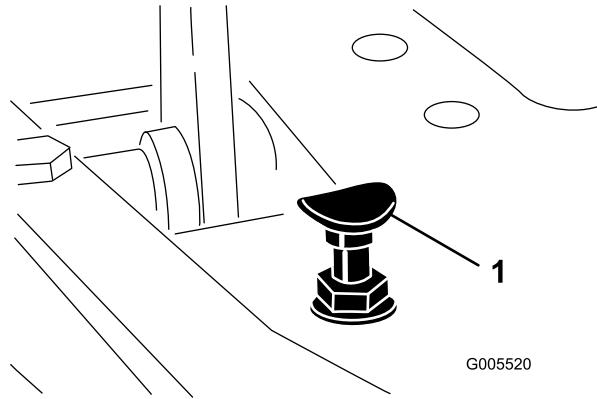

Bild 52
Stellen Sie den Funktionsschalthebel in die Transportstellung und drücken Sie das Gaspedal nach unten, um die maximale Transportgeschwindigkeit zu erreichen. Wenn das Pedal den Anschlag erreicht (Bild 52), bevor das Kabel gespannt ist, müssen Sie die Einstellung ändern:
1. Stellen Sie den Funktionsschalthebel in die Transportstellung lösen Sie die Sicherungsmutter, mit der der Pedalstopp an der Grundplatte befestigt ist (Bild 52).